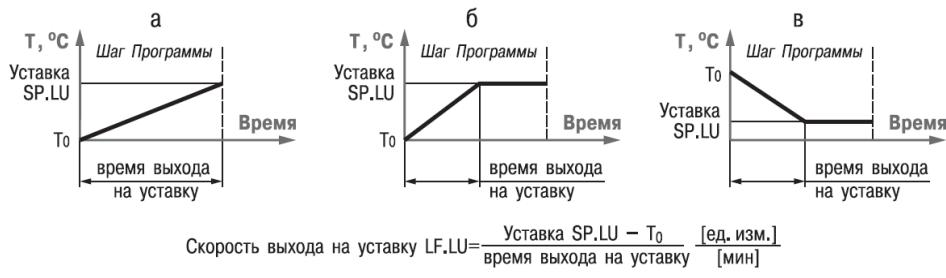

Рисунок 3.6 – Задание скорости выхода на Уставку
- в течение части Шага – до достижения Значения уставки, далее осуществляется поддержание достигнутого значения Уставки (см. рисунок 3.6, б, в).